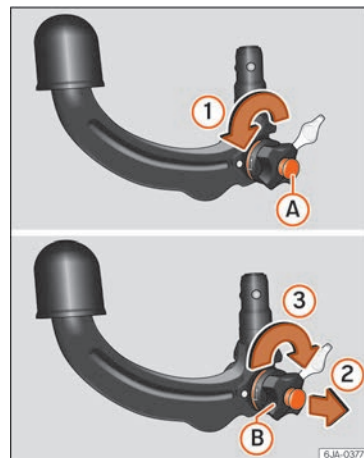

Fig. 234 Colocación en posición de servicio.
- Gire la llave (A) en el sentido de la flecha (1) hasta el tope » fig. 234.
- Extraiga con la mano derecha la ruedecilla manual (B) hacia fuera en el sentido de la